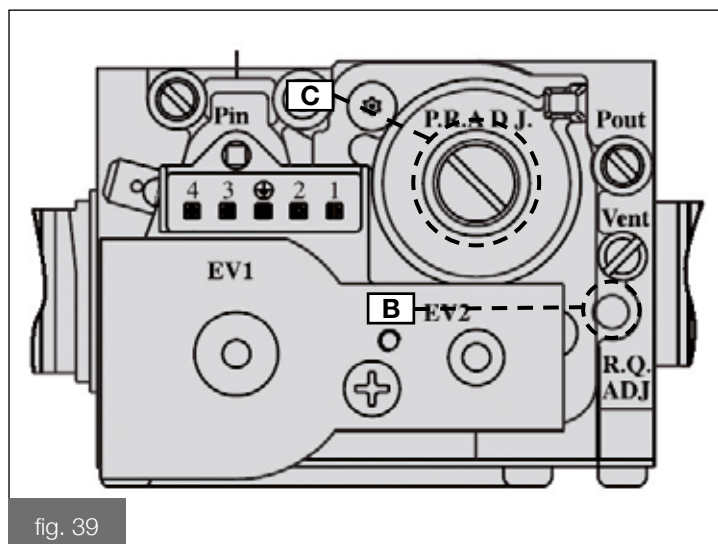

fig. 39
- solo sul modello 32 kW svitare il collegamento in uscita alla valvola gas (A in fig.39); inserire il diaframma per il propano Ø 7,2 nella sede apposita presente sulla valvola gas.
- ripristinare il collegamento in uscita alla valvola gas precedentemente scollegato (A in fig. 39).